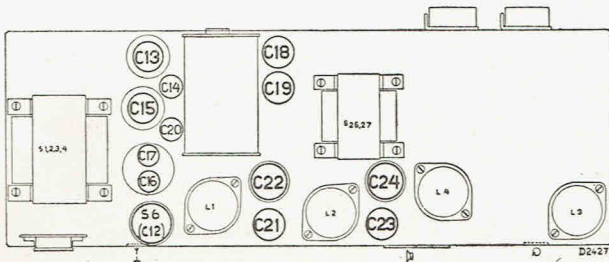

Fig. 7
9. Régler C24 sur la sortie maximum (fig. 7).
7. Régler sur la sortie maximum en observant l'ordre suivant C16-C15-C13-C15-C16 (voir fig. 7).